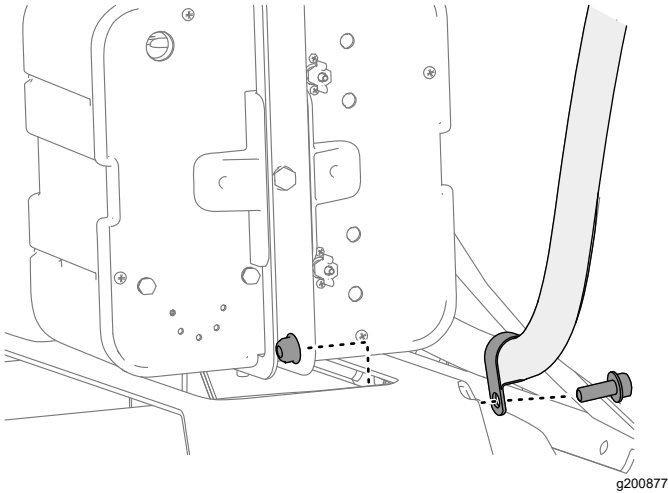

图 7
7. 如果机器安装了冲洗套件请按照图 7 所示用 R 形夹固定冲洗套件软管。